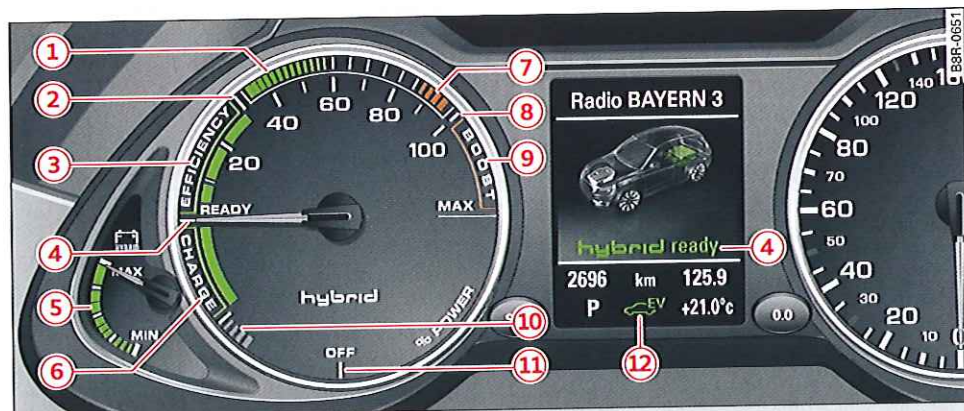

Fig. 114 Vue d'ensemble de l'indicateur de puissance
⇒ page 108, fig. 114. Vous pouvez alors parcourir une distance de 3 km environ à une vitesse constante de 60 km/h en mode purement électrique.
Lorsque vous freinez suffisamment tôt et de manière uniforme, en appuyant légèrement sur la pédale de frein, le véhicule est freiné par le moteur électrique ⇒ page 108, fig. 114 (6). Une grande partie de l'énergie cinétique est ainsi récupérée afin d'être emmagasinée sous forme d'énergie électrique dans la batterie haute tension. En cas de freinage plus fort, la force